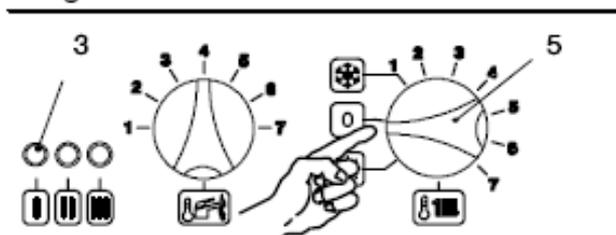

Fig. 2.2.
- Alimentar electricamente a caldeira. O indicador luminoso 3 (fig. 2.2.) faz um breve piscar cada 4 segundos, aproximadamente.